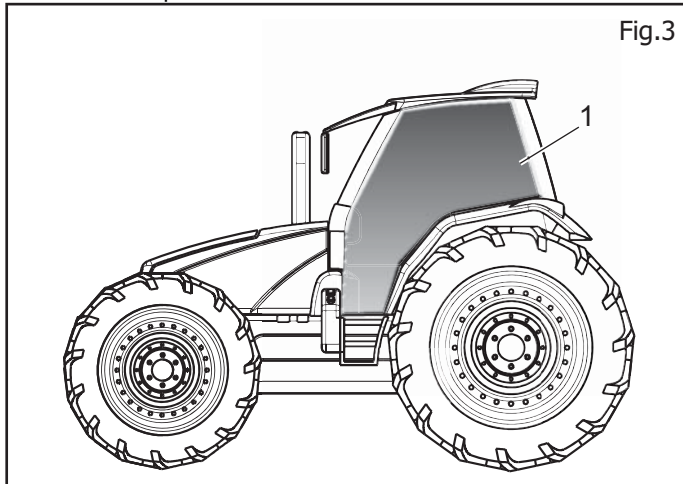

Fig.3
- 15) Per proteggere l'operatore da eventuali lanci di schegge, sassi o altro, montare sulla cabina di guida, sul lato lavoro una lastra di 10 mm di spessore, che impedisca ai corpi lanciati dall'attrezzo terminale di rompere i cristalli della cabina e provocare infortuni all'operatore. (1 Fig.3)